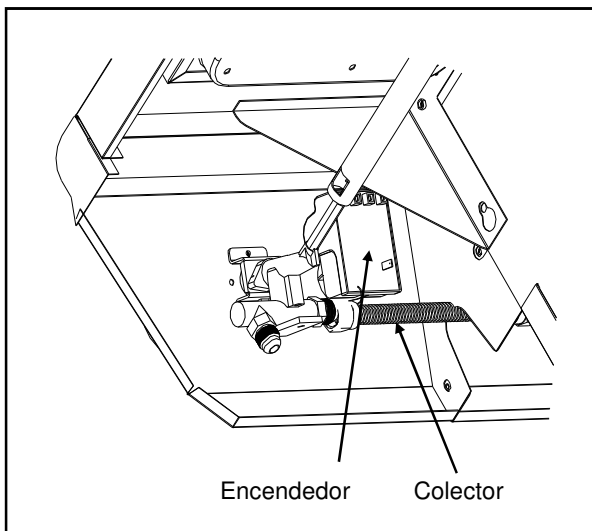

Fig.27
(e) Empuje la perilla de control (U) en el soporte del control de la válvula y ajuste con una llave hexagonal. Observe la Fig.27.